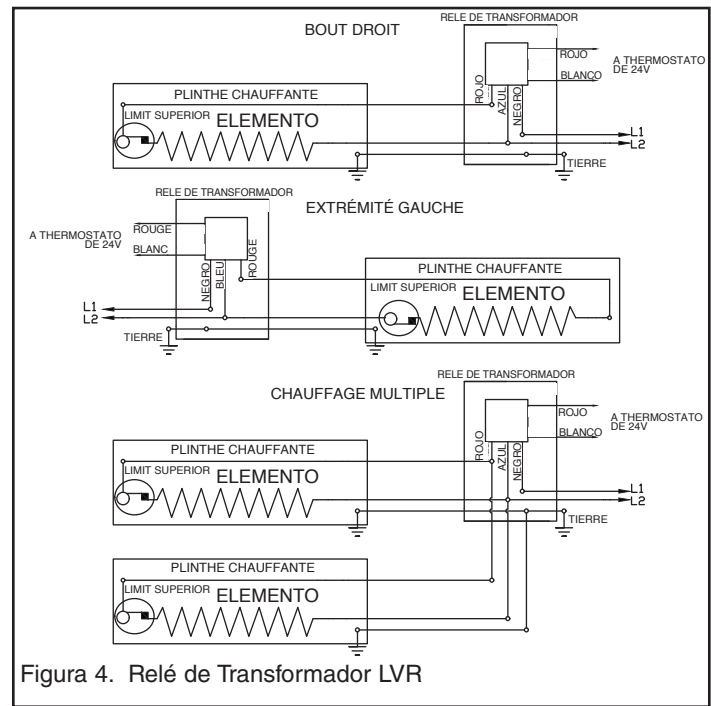

Figura 4. Relé de Transformador LVR
5. Empuje los cables rojo y blanco del transformador a través del agujero en la parte superior de la placa de base. Haga las conexiones del termostato de 24 voltios en el compartimiento formado por la placa de base y la parte superior del compartimiento de cableado. (Vea diagrama de cableado Figura 4).